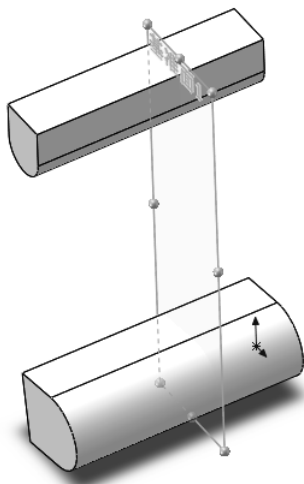

图 1-41 创建基准面 1
**04** 创建基准平面 1。在左侧的“FeatureManager 设计树”中用鼠标选择“前视基准面”作为绘制图形的基准面。单击“参考几何体”下拉列表中的“基准面”按钮, 弹出“基准面”属性管理器, 在“偏移距离”文本框中输入距离为 35.00mm, 如图 1-40 所示; 单击属性管理器中的“确定”按钮, 生成基准面如图 1-41 所示。